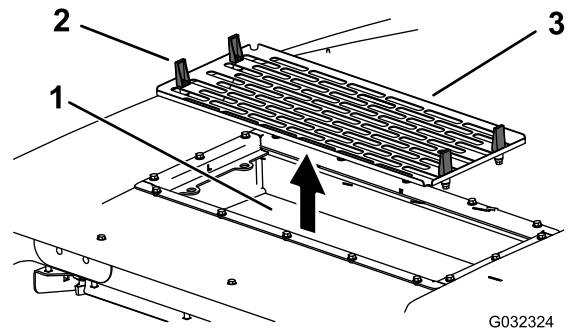

**Figura 91**
7. Instale los filtros de aire, la rejilla y el conjunto del ventilador (Figura 90, Figura 91 y Figura 92).
8. Conecte el cable de cada ventilador (Figura 91).